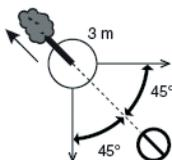

Рисунок 7
3. Когда дерево начнет падать, путь отхода должен быть направлен по диагонали в сторону, противоположную направлению падения, под углом 45 градусов, и вы должны отойти минимум на 3 метра от ствола, на тот случай, если во время падения комель дерева отскочит в сторону (Рис.7).